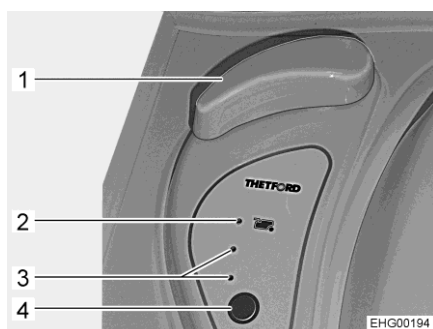

Fig. 162 Elementos de mando del inodoro
- Girar el tirador giratorio (Fig. 162,1).
- Girar el tirador giratorio (Fig. 162,1) de retorno.
- Antes del lavado, abrir la corredera del inodoro Thetford. Para ello, girar el tirador giratorio (Fig. 162,1).
- Para lavar, pulsar el botón del inodoro azul (Fig. 162,4).
- Tras el lavado, cerrar la corredera. Para ello, girar el tirador giratorio (Fig. 162,1) de retorno.
Las luces de control (Fig. 162,3) indican el nivel de llenado del depósito de aguas fecales. Si está encendida la luz de control roja (Fig. 162,2), deberá vaciarse el depósito de aguas fecales.